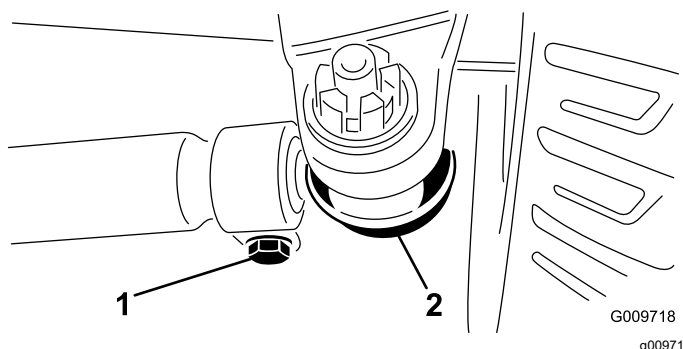

Figura 109
3. Para ajustar, remova o contrapino e a porca de cada uma das rótulas da barra de ligação (Figura 109). Remova a rótula da barra de ligação do suporte do eixo.
4. Desaperte as abraçadeiras que estão em ambas as extremidades das barras de ligação (Figura 109).
5. Rode a rótula desligada para dentro ou para fora uma (1) volta completa e aperte o grampo na extremidade solta da barra de ligação.